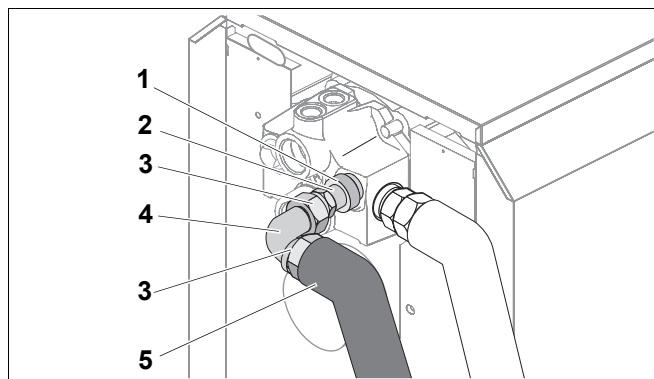
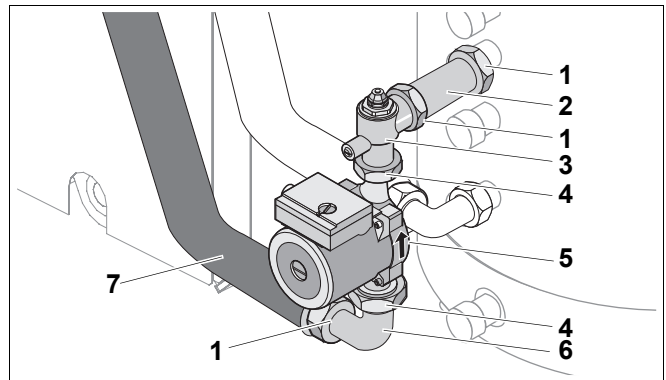

Рис. 7 Монтаж трубопровода на отопительном котле
Рис. 8 Монтаж трубопровода на баке-водонагревателе
- Уложить кольцо (рис. 7, **поз. 1**) в паз двойного ниппеля (рис. 7, **поз. 2**) и закрутить ниппель в отверстие для подключения подающей линии бака-водонагревателя на отопительном котле.
- Уложить уплотнение (рис. 7, **поз. 3**) в накидную гайку уголка и прикрутить уголок к двойному ниппелю.
- Уложить уплотнение (рис. 7, **поз. 3**) в накидную гайку металлического гофрированного шланга (рис. 7, **поз. 5**) и слегка прикрутить к уголку (рис. 7, **поз. 4**).
- Уложить уплотнение (рис. 8, **поз. 1**) в накидную гайку удлинительного элемента (рис. 8, **поз. 2**) и прикрутить удлинительный элемент к подающей линии бака.
- Уложить уплотнение (рис. 8, **поз. 1**) в накидную гайку углового обратного клапана (рис. 8, **поз. 3**) и прикрутить угловой обратный клапан к удлинительному элементу.
- Уложить уплотнение (рис. 8, **поз. 4**) для насоса в другую накидную гайку углового обратного клапана и прикрутить насос (рис. 8, **поз. 5**) с направлением потока вверх к угловому обратному клапану.
- Второе уплотнение (рис. 8, **поз. 4**) для насоса уложить в переходный уголок (рис. 8, **поз. 6**) и прикрутить переходный уголок ко всасывающей патрубку насоса (рис. 8, **поз. 5**).
- Держите металлический гофрированный шланг (рис. 7, **поз. 5**) между двумя подключениями и предварительно придайте ему форму.
- Уложить уплотнения (рис. 8, **поз. 1**) в накидные гайки металлического гофрированного шланга и прикрутить его к переходному уголку (рис. 8, **поз. 6**) и уголку (рис. 7, **поз. 4**).
- Затянуть накидные гайки уголка (рис. 7, **поз. 4**) и переходного уголка (рис. 8, **поз. 6**).